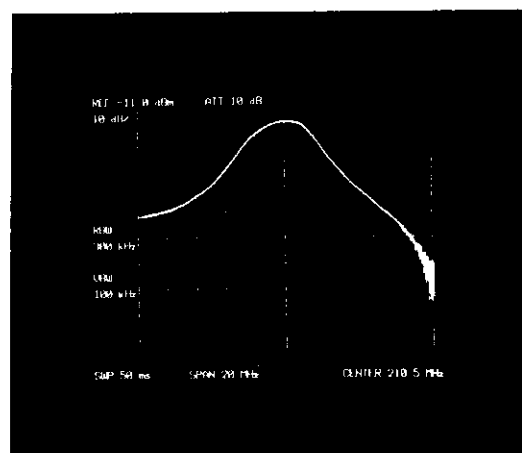

図6 - 28 バンドパス・フィルタの通過特性
- ② 次に(図6 - 1)のように接続を変え、DUTを外し、オープンまたはショートを接続します。画面にマーカーを出し、 S を押し、表示レベルをREF LEVEL に合わせます。